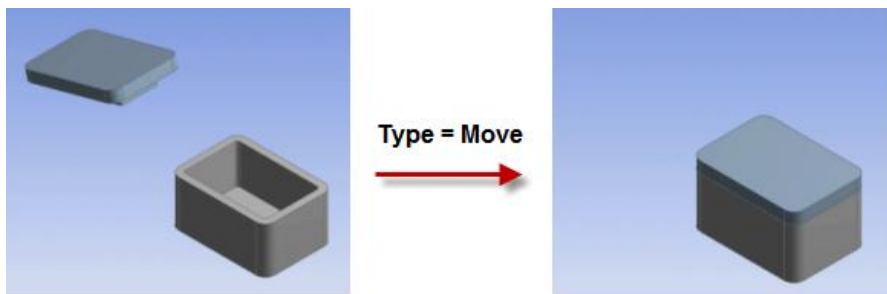

Рис. 3.33
– *Move* – перемещение тела. Для выбранного тела нужно указать две плоскости: исходную (*Source Plane*) и целевую (*Destination Plane*). После выполнения команды исходная плоскость будет приведена к целевой и тело займет новое положение. Значение *No* в опции *Preserve Bodies?*, аналогично предыдущей команде, позволяет удалить исходное тело после перемещения. Пример использования команды показан на рис. 3.33;